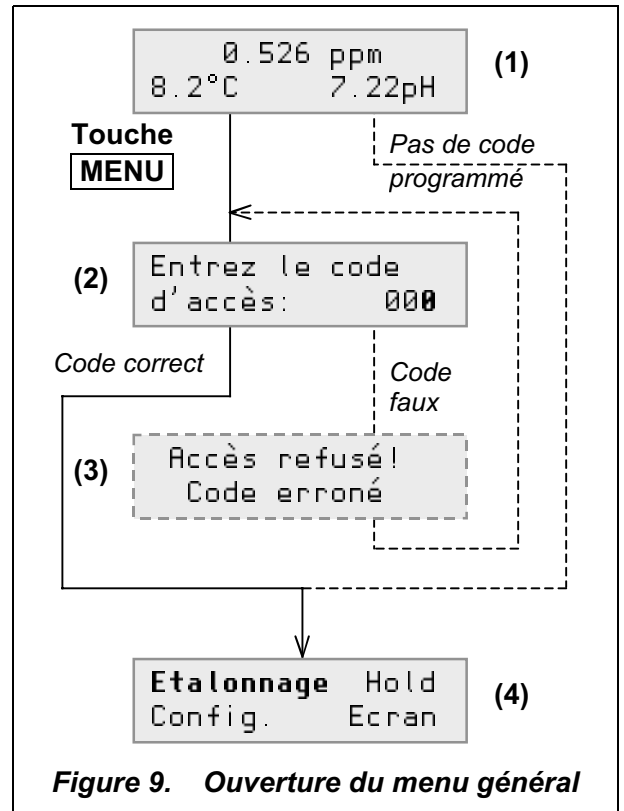

Figure 9. Ouverture du menu général
La touche MENU ouvre toujours le premier écran du menu général, représenté en figure 9.
Pour ouvrir le menu (4) (figure 9 ci-contre) à partir de l'affichage principal (1), appuyez sur la touche MENU ; par défaut, aucun code d'accès n'est programmé : l'écran (4) apparaît directement.